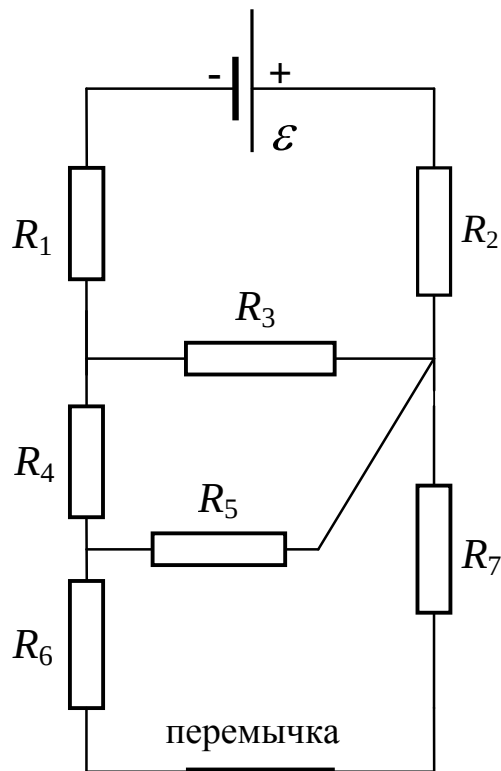

Рис. 2
На рис. 2 приведен вариант схемы электрической цепи, изучаемой в данной работе. Поскольку величина каждого сопротивления известна (она указана на корпусе), то значение тока через него определяется по закону Ома
1. По указанию преподавателя на плате для установки элементов схемы U3250 собрать одну из схем, аналогичную изображенной на рис. 2. Сопротивления помещены в прозрачные пластиковые корпуса, на которых указаны их номиналы. Наличие платы позволяет произвольно выбирать сопротивления электрической цепи и собирать любую схему по заданию преподавателя. Кроме того, можно изменять величину и полярность ЭДС и включать второй источник ЭДС в любые части схемы (например, вместо перемычек, прилагаемых к плате).